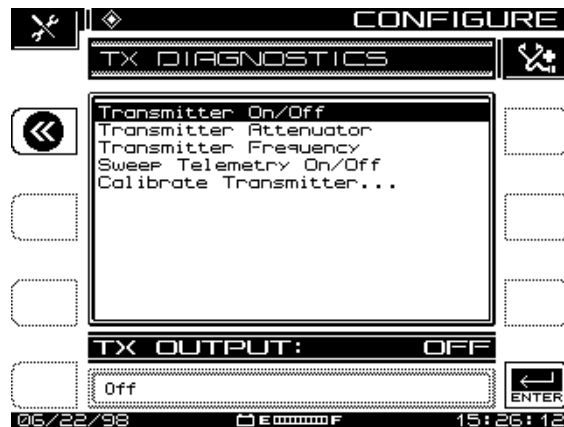

Abb. 2-11 Bildschirm „Transmitter Diagnostics“ (Senderdiagnose)
- **Transmitter Diagnostics (Senderdiagnose):** Diese Option markieren und die **Eingabetaste** drücken, um die in Abb. 2-11 gezeigten Diagnosefunktionen für den internen Sender aufzurufen.